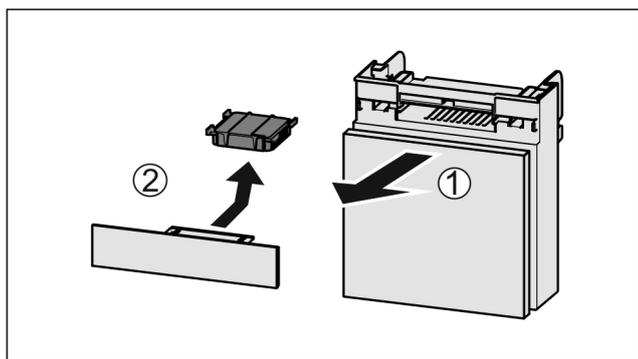

Fig. 131
- ▶ Pretinac izvucite Fig. 131 (1) prema naprijed.
- ▶ Izvadite filtara s aktivnim ugljenom Fig. 131 (2).